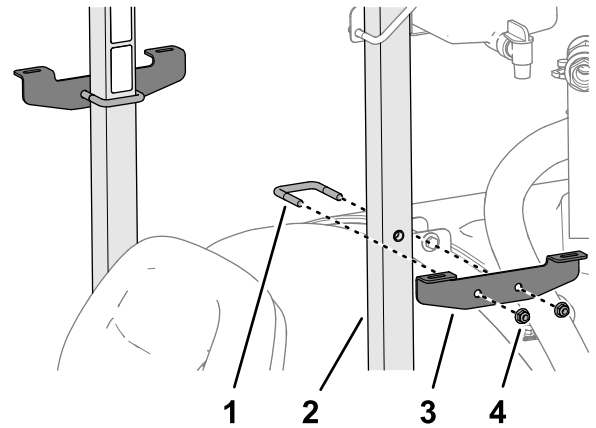

Figure 27
3. Fixez un support de montage sur le tube de l'arceau de sécurité (Figure 27) à l'aide d'un étrier fileté et de 2 contre-écrous à embase (3/8").